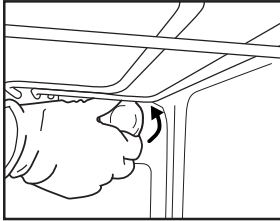

Fig. 7
2. Desatornillar la tapa de la bombilla (Fig. 7), cambiar la bombilla (ver la nota sobre el tipo de bombilla) y volver a colocar la tapa atornillándola.